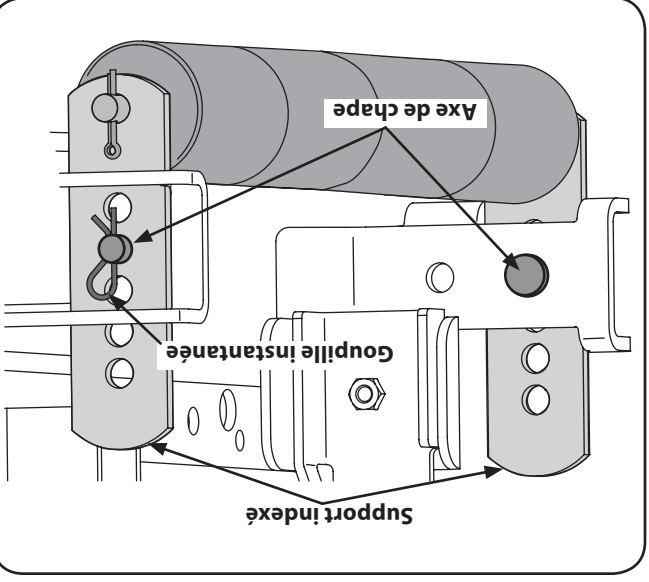

Figure 6-7
1. Soutenez les rouleaux, retirez la goupille instantanée et sortez l'axe de chape des supports indexés à droite et à gauche. Voir la Fig. 6-7.
3. Alignez les trous d'indexage les plus proches avec les trous des supports de montage des rouleaux. Faites passer les axes de chape dans les supports du plateau de coupe et dans les supports indexés et maintenez-les en place avec les goupilles instantanées. Voir la Fig. 6-7.